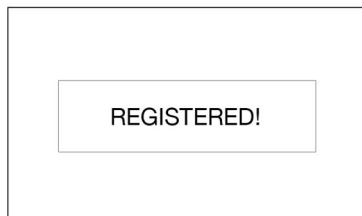

FIG. 17
5. När doseringsventilen med mätare har registrerats i Pulse Fluid Management-programmet visas REGISTERED (Fig. 17). Därefter visas skärmen UTILITY MENU.